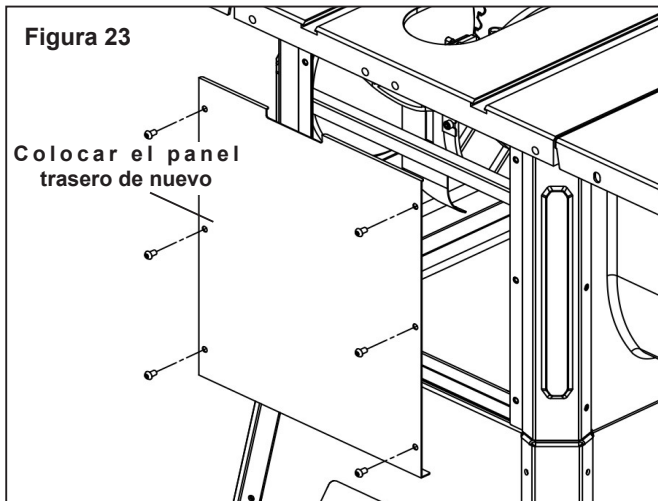

Figura 23
- Aflojar y quitar los seis tornillos de cabeza alomada y el panel trasero para colocar los rieles traseros. Figura 23, página 40.